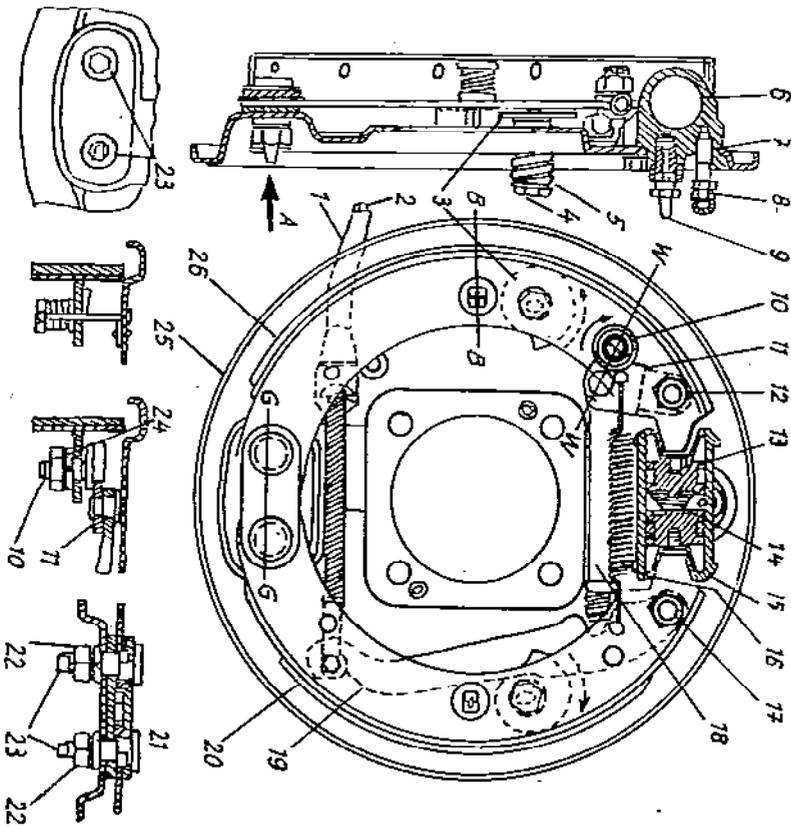

Abbildung 30:
2. Muttern 24 (Abbildung 30) lösen und Exzenter 10 mittels eines Schraubenziehers solange drehen, bis der Bremshebel 19 an die Backen 20 drückt. Exzenter zurückziehen, bis zwischen diesem und dem Hebel 11 ein Abstand von 1 mm ist.